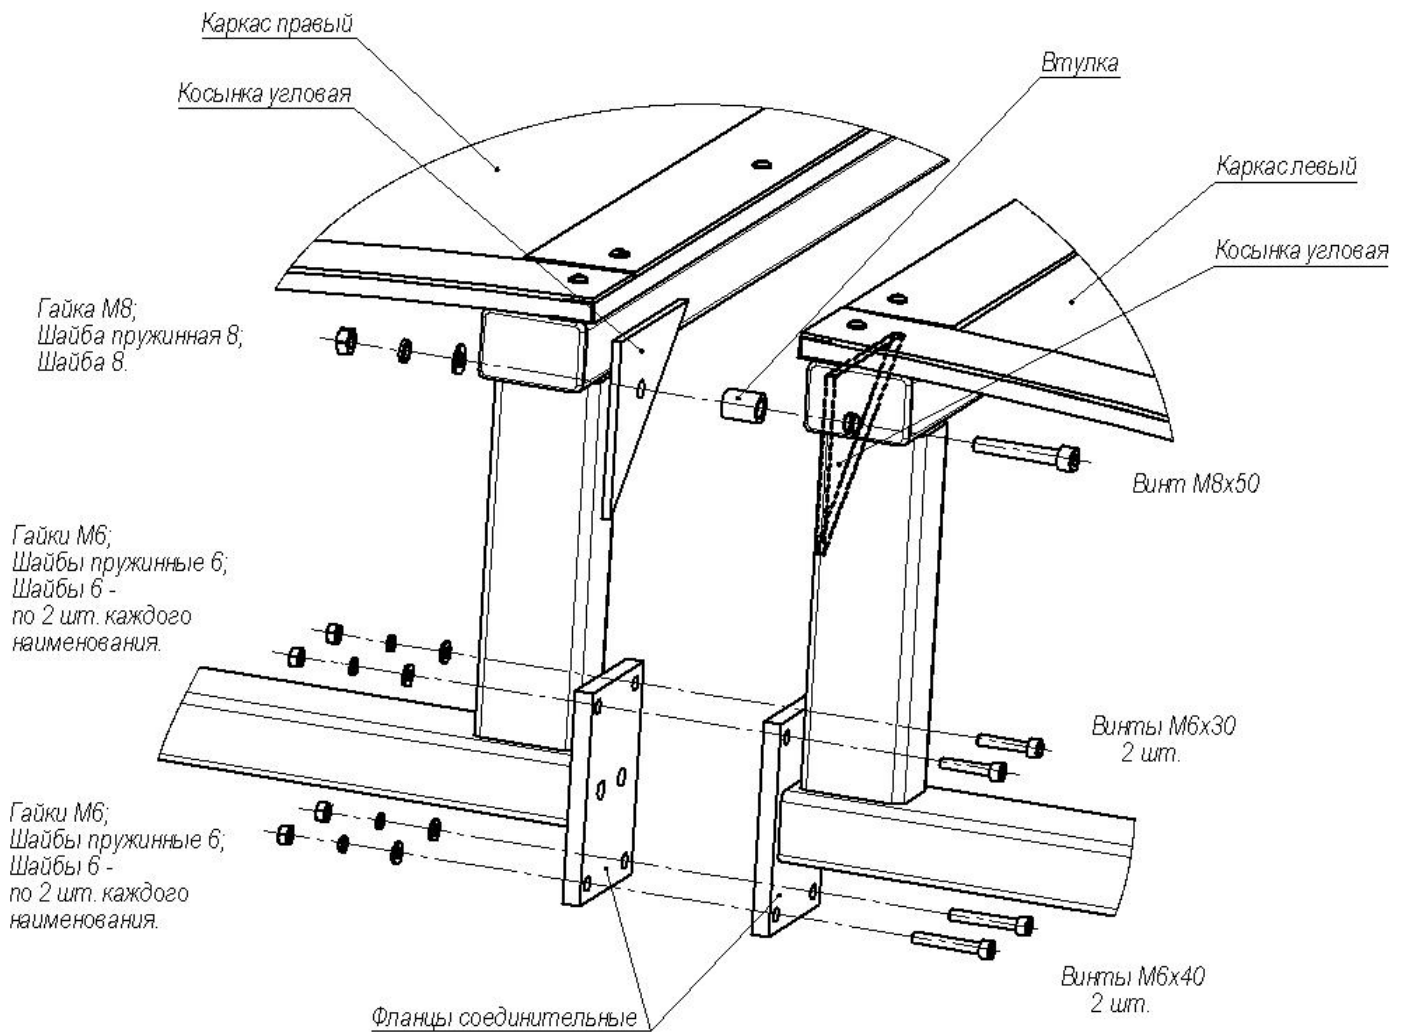

Рисунок 4 – Схема соединения каркасов правого (1) и левого (2)
8.2.7 Изнутри левого каркаса через отверстие в его угловой косынке проденьте винт *M8x45*, наденьте на винт втулку и вставьте его в отверстие угловой косынки правого каркаса (см. рисунок 4). Зафиксируйте винт изнутри правого каркаса гайкой *M8* с двумя шайбами.
- со стороны преграждающей стойки турникета (рисунок 7) выверните из соединительных фланцев каркасов крыши два нижних винта *M6x40* с гайками и шайбами (рисунок 4);